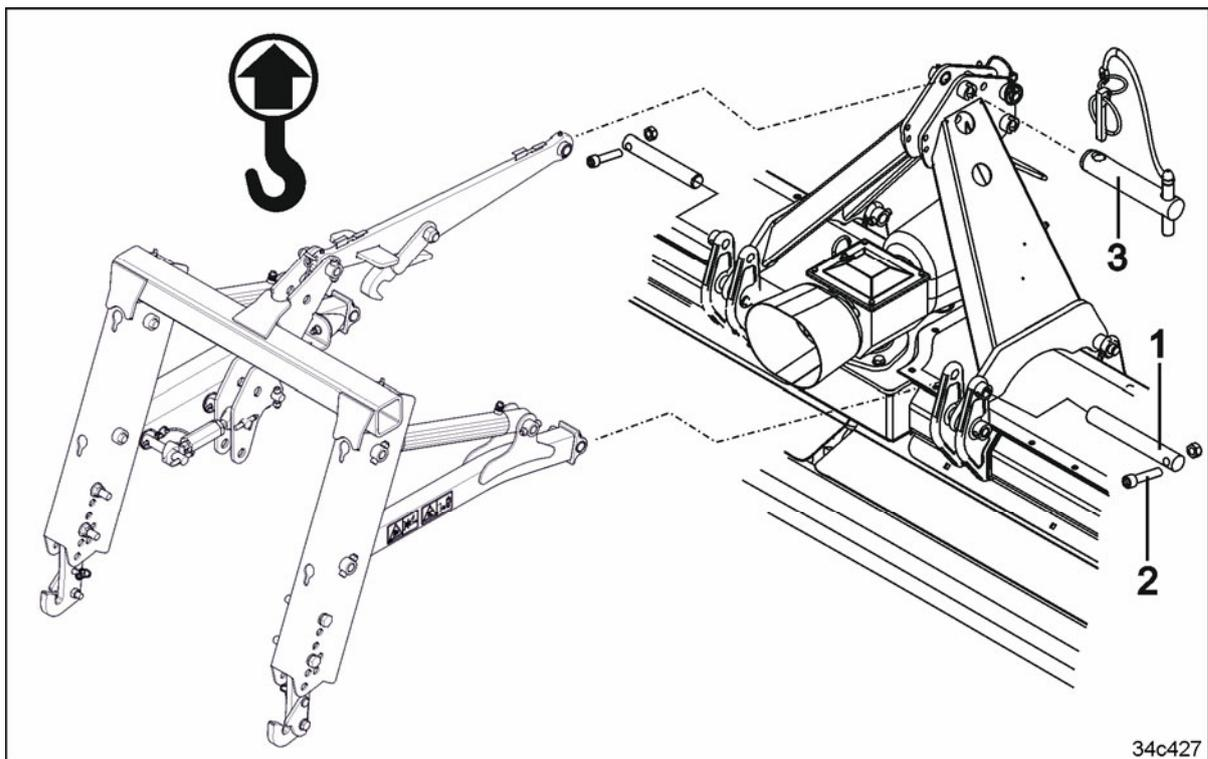

Fig. 81
5. Den Hubrahmen an den unteren Anlenkpunkten abstecken. Den Bolzen (Fig. 81/1) mit einer Schraube (Fig. 81/2) mit Mutter sichern.
6. Den Oberlenker mit einem Bolzen (Fig. 81/3) abstecken und mit einem Klapstecker sichern.